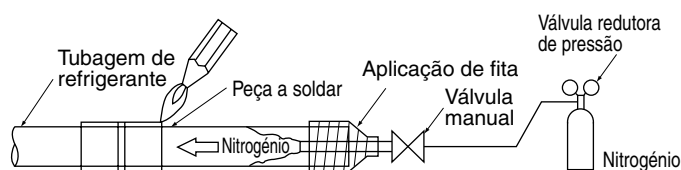

Fig. 17
- Se soldar enquanto introduz nitrogénio na tubagem, o nitrogénio deve ter uma pressão de 0,02MPa com uma válvula redutora de pressão. **(Consulte a Fig. 17)**